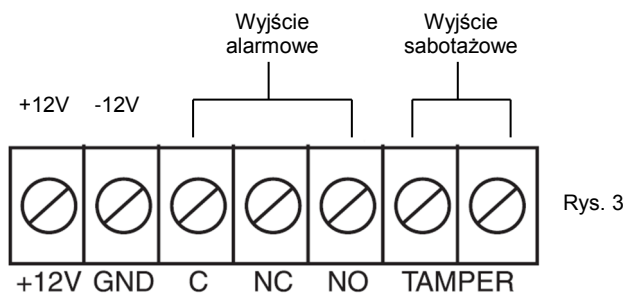

Rys. 2
- Podłączyć przewody do listwy zaciskowej (rys. 2).